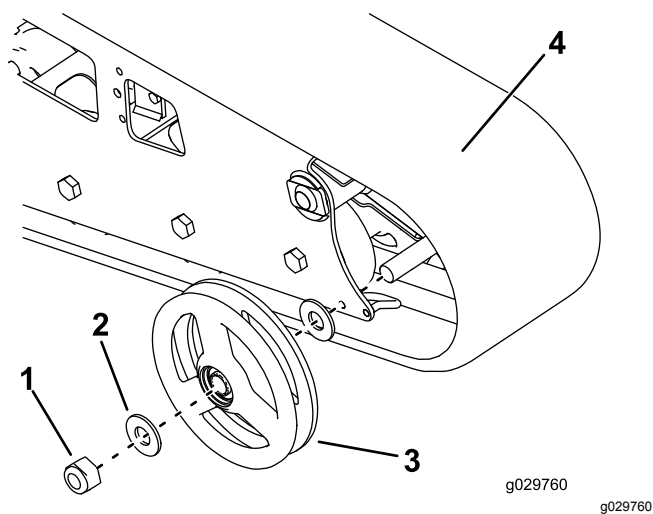

Figura 60
7. Togliete il dado di fissaggio della ruota anteriore esterna e rimuovete la ruota (Figura 60).
8. Togliete il cingolo (Figura 60).
9. Estraiete le 2 rondelle grandi dalle ruote esterne, una per lato su ciascuna ruota (Figura 60).
12. Montate il nuovo cingolo (Figura 60).
13. Montate la ruota anteriore esterna e fissatela con il dado tolto in precedenza (Figura 60).